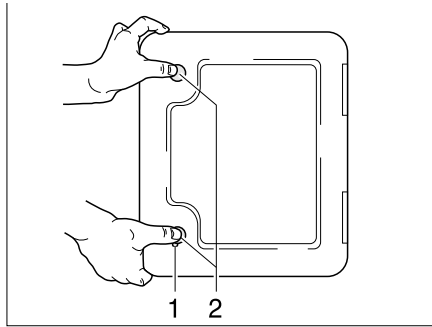

Bild 142 Klappe für Thetford-Kassette
Die Klappe für die Thetford-Kassette (Bild 142) befindet sich außen am Fahrzeug.
- Schlüssel in Schließzylinder des Druckschlösses (Bild 142,1) stecken und eine viertel Umdrehung im Uhrzeigersinn drehen.
- Beide Druckschlösser (Bild 142,2) gleichzeitig mit dem Daumen drücken und die Klappe für die Thetford-Kassette öffnen.